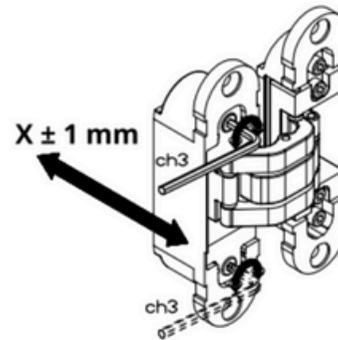

Abbildung 2
5. Die seitliche Einstellung erfolgt an dem an der Tür befestigten Scharnierteil mit einem 3-mm-Inbusschlüssel abwechselnd an den beiden in Abbildung 2 gezeigten Schrauben.